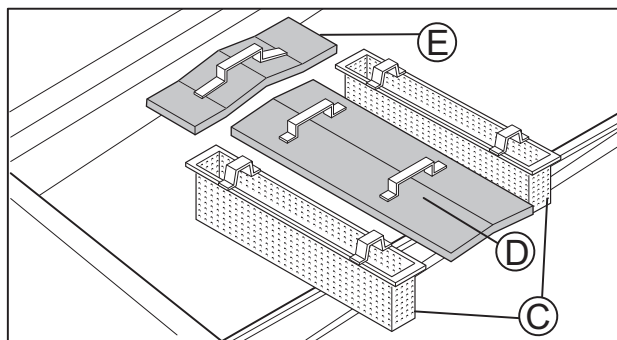

Figura 24 Filtros de la cuba
- Retire los filtros de la cuba "C" - "D" - "E" (Figura 24).